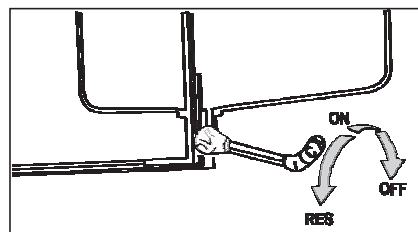

Abb. 29
6.2 **Fließkontrolle des Kraftstoffs (Abb. 29):** Ein Hahn mit 3 Positionen zur Regulierung des Kraftstoffes befindet sich unter dem Sitz: (ON) für einen regelmässigen Kraftstofffluss vom Tank zum Motor, (OFF) zur Unterbrechung des Kraftstoffflusses vom Tank zum Motor und (RES), die aktiviert werden muss, wenn die Benzinreserve benötigt wird.